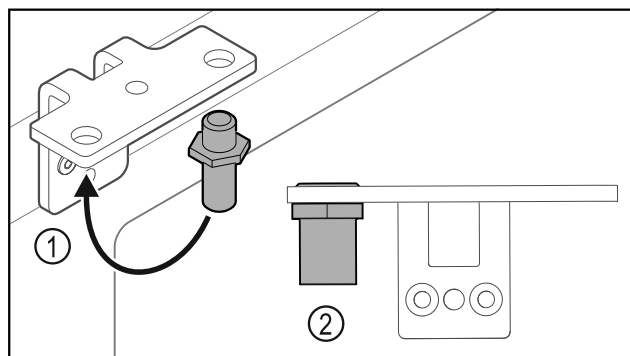

Fig. 30
- ▶ Paigutage polt Fig. 30 (1) šarniirnergikus ümber.
- ▶ Pingutage polt Fig. 30 (2) pöördemomendiga 12 Nm kinni.